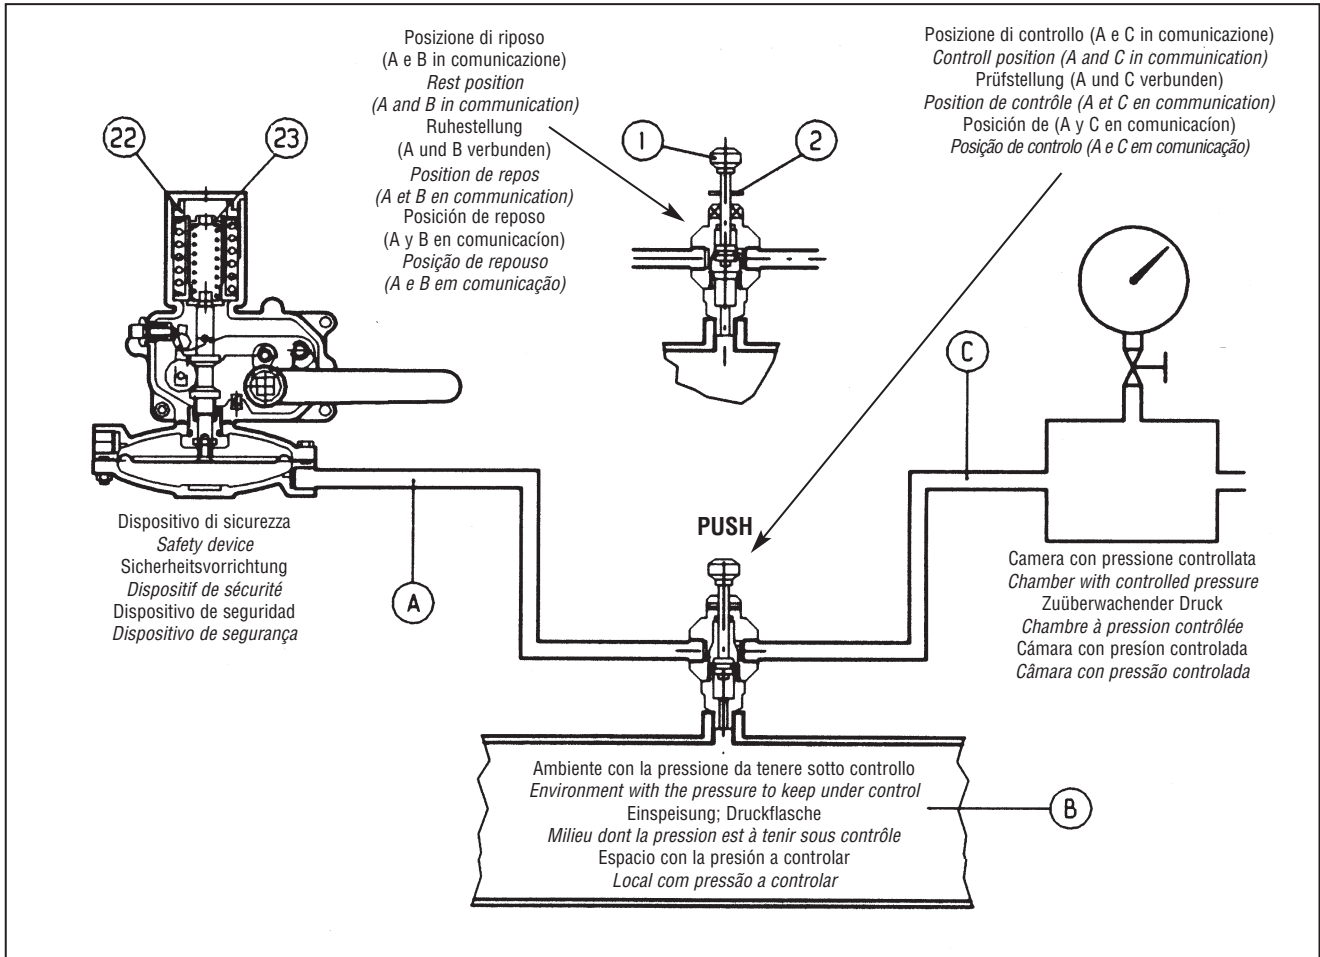

Fig. 17
- A) Per dispositivi di blocco collegati alla tubazione di valle tramite la valvola deviatrice a tre vie "push" 11 procedere nel modo che segue (Fig. 17):
- A) For slam-shut devices connected to the down-line piping by means of the three-way "push" valve 11, proceed as follows (fig. 17):
- A) Bei Sicherheitsabsperrventilen, die durch das 3-Wege-Ventil "Push" 11 mit der Ausgangsdruckleitung verbunden sind, ist folgendermaßen vorzugehen (Abb. 17):
- A) *Pour les dispositifs de sécurité reliés au tuyau en aval par la vanne déviatrice à trois voies "push" 11, procéder de la façon suivante (fig. 17):*
- A) Para los dispositivos de bloqueo conectados a la tubería de salida a través de la válvula de tres vías "push" 11, proceder de este modo (fig. 17):
- A) *Para válv. de segurança instaladas através da válvula de 3 vias "push" 11, à tubagem a jusante, proceder como se segue (fig. 17):*